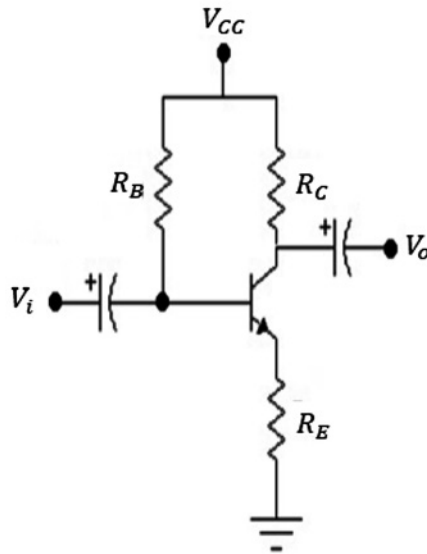

Figura 4.60 Diseño de circuitos con transistores. Fuente: Elaboración propia
- b) Diseñar el circuito que se muestra en la figura 4.60 de modo que $I_C = 100mA$ (mida o consulte el β del transistor).